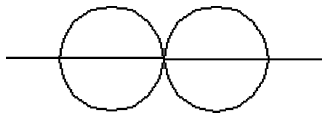

图 15-43 拉长直线
(4) 单击“默认”选项卡“修改”面板中的“拉长”按钮, 将直线1向左右两端分别拉长4, 结果如图15-43所示。